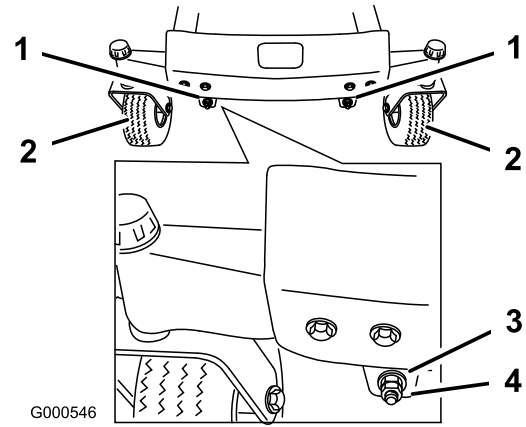
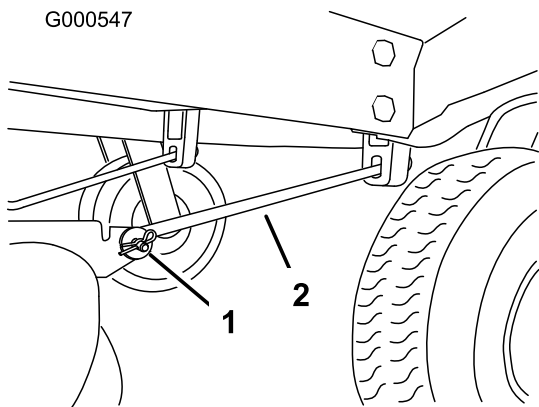

Bild 47
Bild 48
11. Nehmen Sie für das Einstellen der Schnittmesserneigung in Längsrichtung die Sicherungsmuttern ab. Drehen Sie dann die Einstellmuttern vorne am Mähwerk (Bild 47).
13. Prüfen Sie, nachdem beide Einstellmuttern gleichmäßig eingestellt worden sind, erneut die Schnittmesserneigung in Längsrichtung. Fahren Sie mit der Einstellung der Muttern fort, bis die vordere Schnittmesserspitze um 1,6-7,9 mm tiefer liegt als die hintere Spitze (Bild 47).
Hinweis: Stellen Sie nach dem Einstellen der Einstellmuttern sicher, dass die Stützstangen kein Spiel aufweisen (Bild 48). Ziehen Sie die Stangen fest, wenn ein Spiel vorhanden ist (Bild 47).
4. Nehmen Sie an jeder Seite des Mähwerks den Splint und den Lastösenbolzen aus der vorderen Stützstange (Bild 48).
- Befestigen Sie die vorderen Stützstangen mit den Lastösenbolzen und Splints an der Maschine (Bild 48).